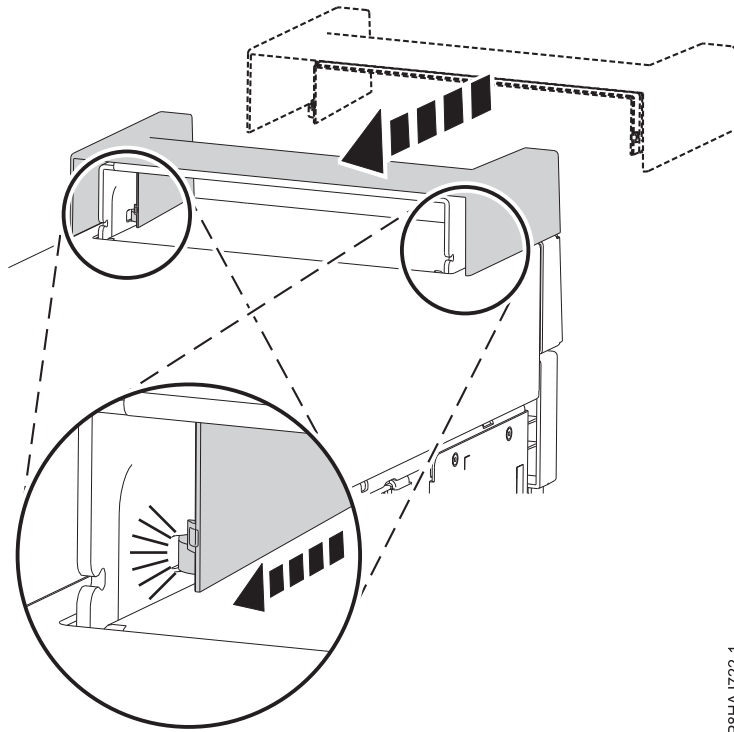

Figure 179. Mise en place de la poignée sur un système autonome 8286-41A
1. Fixez la poignée à la station d'accueil RDX interne (FC EUA3) en la faisant coulisser vers l'arrière du système. Voir figure 179.